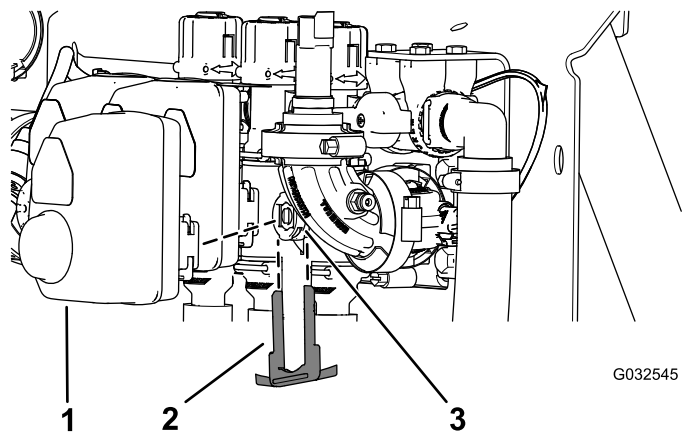

Figura 117
2. Rimuovete il fermo che fissa l'attuatore alla valvola del collettore per la valvola della sezione o dell'agitatore (Figura 117).